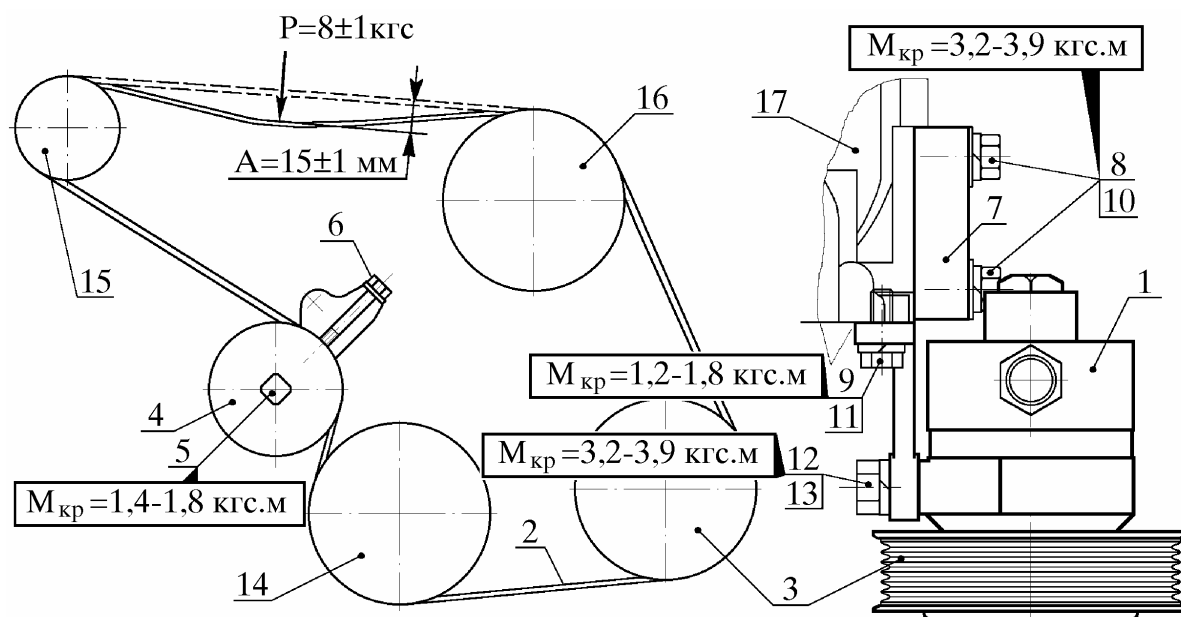

Рис. 21. Установка насоса ГУР, ремня привода агрегатов и его натяжение:
5.11. Установить насос 1 (рис. 21) ГУР и ремень 2 привода агрегатов в последовательности, обратной снятию по п. 4.4, при этом руководствоваться следующими техническими требованиями: